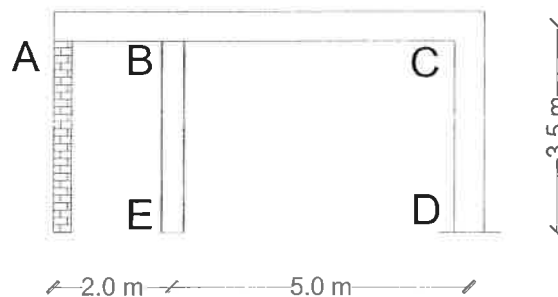

Figura 2. Telaio principale.
Un edificio monopiano ad uso industriale ubicato nella provincia di Parma ad un'altitudine di 400 m slm è costituito, come raffigurato dalla pianta riportata in Figura 1 e dalla sezione di Figura 2, da una copertura piana praticabile, poggiante su una successione di telai posti ad un interasse di 4 m. Ciascun telaio principale è costituito, come riportato in Figura 2, da una porzione (ABCD) in c.a., che appoggia in A su una parete continua in muratura e in B sul pilastro BE realizzato in acciaio.
3. risoluzione del telaio ABCD riportato in Figura 2 con tracciamento dei diagrammi delle azioni interne, assumendo vincoli opportuni in corrispondenza degli appoggi in A e B e un incastro alla base del pilastro CD. Per la risoluzione del telaio si assuma, per semplicità di calcolo, che il pilastro in acciaio possieda rigidità infinita.